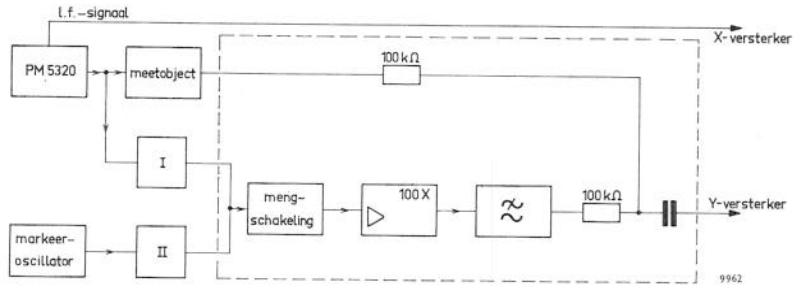

Fig. 6. Opwekken van frequentiemerktekens
Fig. 6 geeft een schematisch overzicht van het principe. De manier waarop de doorlaatkromme ontstaat is al in het voorgaande beschreven en kan hier dus onbesproken blijven.
Tot slot nog enige opmerkingen over de praktische uitvoering. De scheidingstrappen I en II (fig. 6) hebben een dubbele functie. Ten eerste voorkomen zij eventuele onderlinge beïnvloeding van de beide generatoren en ten tweede verhinderen zij dat het signaal van de markeeroscillator aan het meetobject wordt toegevoerd. Hiertoe zullen katode- of emissorvolgers het beste voldoen. In vele gevallen is een volledige onderdrukking van de ongewenste signalen niet strikt noodzakelijk en mogen deze katode- of emissorvolgers vervangen worden door weerstanden van $330\ \Omega$.
- De versterker GM4574, waarin het in fig. 6 omlijnde gedeelte is opgenomen, met uitzondering van de mengschakeling. De bandbreedte van deze versterker moet worden ingesteld op „1 – 1000 Hz”.